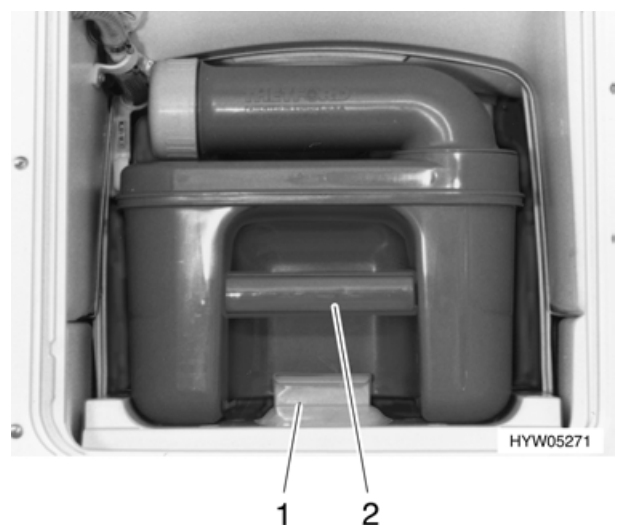

Bild 105 Thetford-Kassette entnehmen
- Sicherung (Bild 105,1) entriegeln und Thetford-Kassette (Bild 105,2) herausziehen.